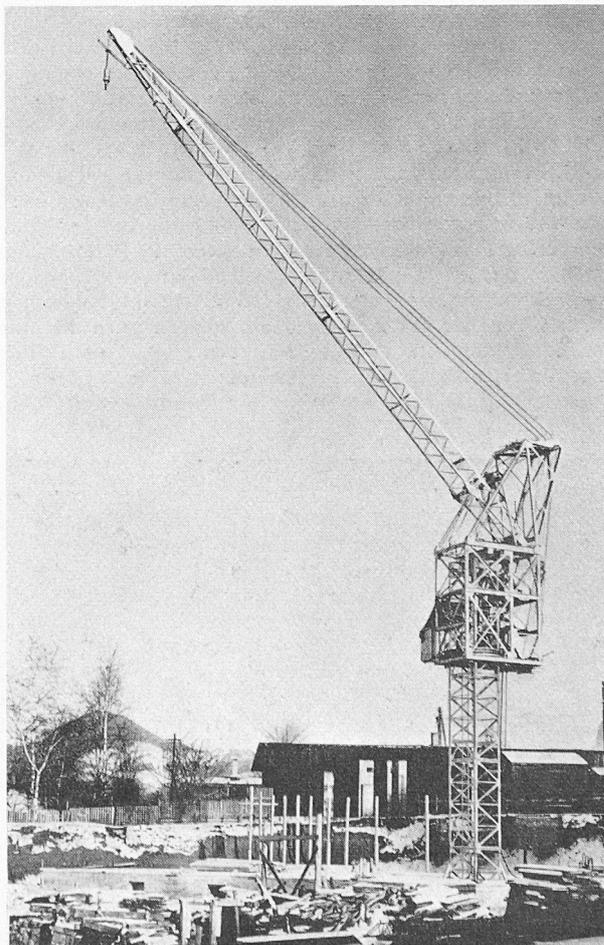

Bild 7. Kletterturmdrehkran *Schwing* KTK 28 W mit Wippausleger
Bei der Ueberflutung zweier Schalenräume soll die Schwimmfähigkeit des vollbeladenen Schiffs noch voll gewahrt bleiben. Um diese Forderung zu erfüllen, ist die Schale der «Romanshorn» in 13 Räume unterteilt. Bild 7 zeigt einige der extremsten Schwimmlagen, die sich bei der Ueberflutung zweier benachbarter Räume des vollbeladenen Schiffs ergeben. Die Stabilität ist noch gut; in einzelnen Fällen ist die metazentrische Höhe sogar noch grösser als in der Normal-lage.
*Hochhauskletterkrane* sind die jüngsten Kinder der Baukranproduktion und sind für den Hochhausbau in Stahlbetonskelett-Bauweise, wie dieser in der Schweiz besonders gepflegt wird, unbedingt erforderlich. Gleich drei Erzeugnisse wurden gezeigt: *Hilgers-Vögele* Typ SK 25 N, *Liebherr* 25 HGS, *Schwing* KTK 28 W (Bild 7), der erstgenannte mit Laufkatzenausleger, die beiden anderen mit Wippausleger. Alle drei Fabrikate sind auch als gleisfahrbare Turmdrehkrane verwendbar. Die konstruktive Neuheit ist die Anlenkung des Wippauslegers hinter dem Mast, im rückwärtigen Teil der drehbaren Kopfglocke. Hierdurch gibt es fast keinen unerreichbaren Innenkreis, und die Selbstmontage ist möglich. Beim *Kletterturmdrehkran Schwing* KTK 28 W bleibt der Lastweg bei Auslegerverstellung infolge spezieller Seilführung horizontal, was die Förderleistung vergrössert, die Kranführung vereinfacht bzw. die Sicherheit erhöht. Beachtenswert bei diesem Kran ist auch der Klettervorgang, bei dem auf die Umsetzung der 3 m langen Turmelemente verzichtet wird, und der am Modell wie folgt demonstriert wurde: Von der dritten Geschossdecke an wird der nun unverändert bleibende und den Baukörper stets um 12 m überragende Kran mit einer besonderen Winde über einen Flaschenzug im Mastinnern um ein Geschoss weitergehoben.